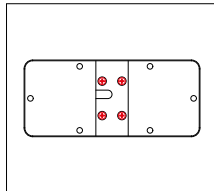
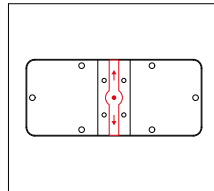

Abb. 4: Grundplatte
Abb. 5: Kabelführung
1. Entscheiden Sie sich, in welche Richtung Sie das Kabel aus dem Ventilblock führen möchten. Durch Entfernen der Grundplatte (Abb. 4) kann das Kabel entsprechend positioniert (Abb. 5) und fixiert werden.
Stellen Sie bei der Sensormontage am Tank sicher, dass der Drucksensor im oberen Bereich des Tanks installiert wird. Beachten Sie weiterhin, dass der elektrische Anschluss an dem Drucksensor nicht nach unten zeigt (Abb. 5). Andernfalls kann der Sensor durch sich absetzendes Kondenswasser im Tank beschädigt werden.